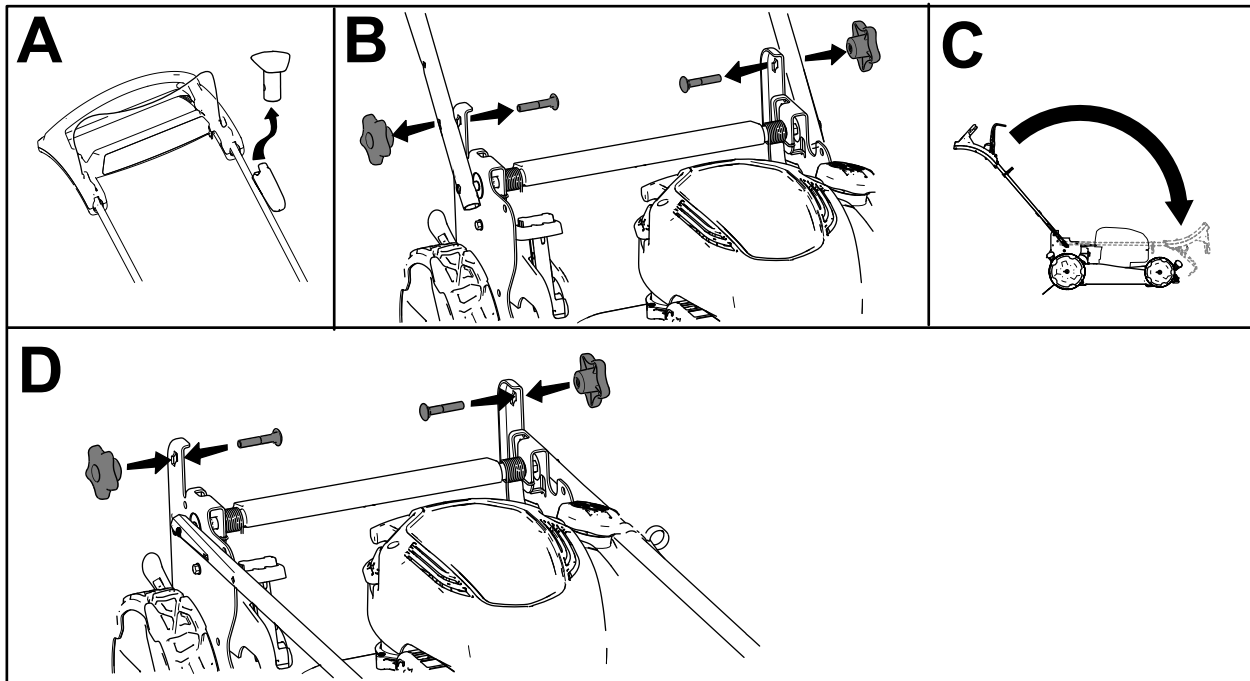

Figura 20
1. Retire el botón de arranque eléctrico (si está instalado) como se muestra en la Figura 20, A.
2. Retire y guarde los 2 pomos del manillar y los 2 pernos de cuello cuadrado de los soportes del manillar (Figura 20, B).
3. Doble el manillar girándolo hacia adelante (Figura 20, C).
4. Sin apretarlos, instale los pomos del manillar y los pernos de cuello cuadrado en los soportes del manillar (Figura 20, D).